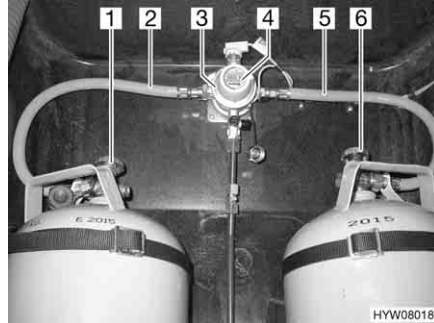
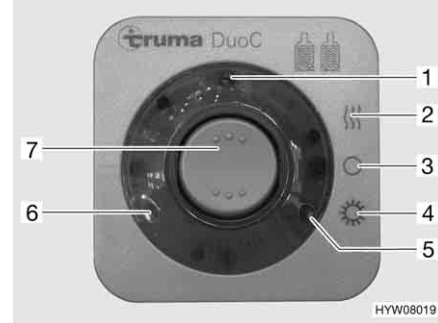

Fig. 156 Instalación de conmutación DuoControl
Fig. 157 Unidad de mando
La instalación de conmutación DuoControl se compone de una válvula selector (Fig. 156,3) y la unidad de mando (Fig. 157). La válvula selector está montada entre las gomas del gas (Fig. 156,2 y 5). Con el botón giratorio (Fig. 156,4) en la válvula selector se puede determinar cuál de las bombonas de gas se utilizará como bombona de servicio y cuál bombona de gas como bombona de reserva.
En la unidad de mando (Fig. 157) únicamente pueden conmutarse las funciones eléctricas. Las llaves de paso principales de las bombonas de gas (Fig. 156,1 y 6) deben abrirse a mano.
La válvula selector garantiza una presión de gas constante independientemente de cuál sea la bombona de gas que suministre el gas. Las dos luces de control en la unidad de mando indican el nivel de llenado de la bombona de servicio. Al estar encendida la luz de control verde (Fig. 157,6), estará llena la bombona de servicio. Al estar encendida la luz de control roja (Fig. 157,5), estará vacía la bombona de servicio. Entonces, el suministro de gas se realizará a través de la bombona de reserva.
- Abrir las llaves de paso principales en las bombonas de gas (Fig. 156,1 y 6).
- Con el botón giratorio (Fig. 156,4) en la válvula selectora (Fig. 156,3), seleccionar la bombona de gas de la que habrá de tomarse el gas principalmente (bombona de servicio). Girar el botón giratorio siempre hasta el tope.
- Conectar la instalación de conmutación DuoControl en la unidad de mando (Fig. 157). Para ello, ajustar el interruptor basculante (Fig. 157,7) en modo de invierno "On y calentar" (Fig. 157,2) o en modo de verano "On" (Fig. 157,4). Ahora, estará purgada de aire la válvula selectora. La luz de control amarilla (Fig. 157,1) estará encendida al haber seleccionado el modo de invierno y estando conectado el deshelador de regulador.
- Poner el interruptor basculante (Fig. 157,7) en "O" (Fig. 157,3). La luz de control amarilla (Fig. 157,1) se apaga.
- Cerrar las llaves de paso principales en las bombonas de gas (Fig. 156,1 y 6).
**Indicación a distancia** Las luces de control en la unidad de mando (Fig. 157,5 y 6) señalizan en el interior del vehículo si la bombona de servicio está dispuesta para el funcionamiento.
**Cambio de bombonas de gas** En caso de que luz de control verde (Fig. 157,6) se apague durante el servicio y se encienda la luz de control roja (Fig. 157,5), estará vacía la bombona de gas seleccionada como bombona de servicio y deberá ser cambiada. La bombona de reserva seguirá suministrando gas a los consumidores de gas.